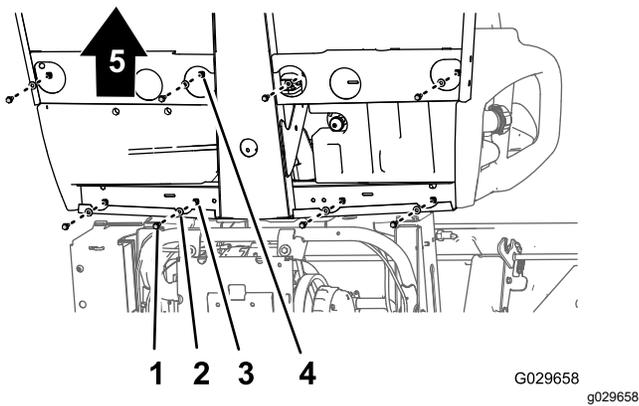
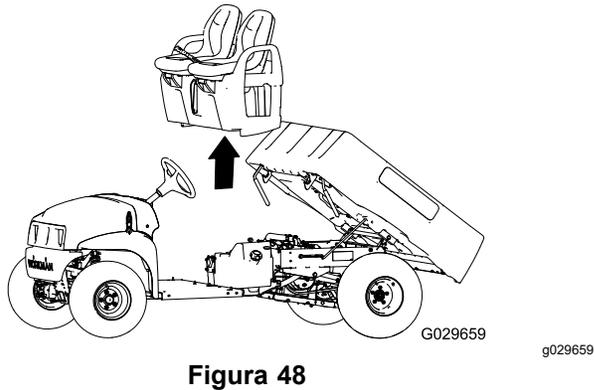

Figura 47
Figura 48
1. Na parte inferior da máquina, retire os 8 parafusos de cabeça flangeada e as 8 anilhas que prendem a base do banco à placa do chão e ao canal da cabina traseiro (Figura 47).
- Cuidadosamente, levante os bancos, a base do banco e os cabos do travão de estacionamento da máquina (Figura 47).
1. Levante os bancos e a base do banco para a máquina e alinhe os cabos dos travões com o chassis (Figura 47 e Figura 48).
2. Alinhe os furos na base do banco com os furos na placa do chão e no canal da cabina traseiro (Figura 47 e Figura 48).